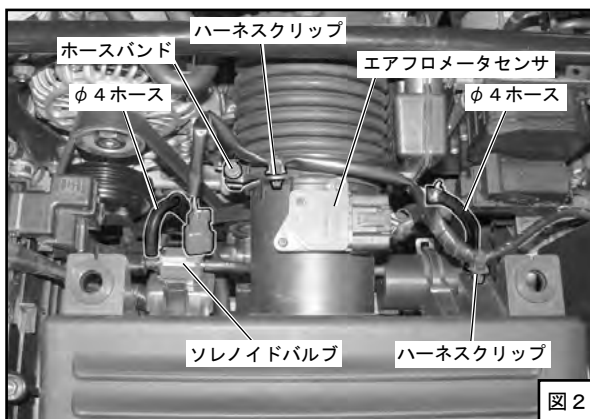

図2
(図2)
- (4) **184kW(250ps) 車のみ** エアクリーナケースアッセンブリとつながっているφ4ホースとソレノイドバルブのφ4ホースを抜いてください。(図2)
- (5) **184kW(250ps) 車のみ** ソレノイドバルブからコネクタを取外してください。(図2)
- (6) ハーネスクリップを外し、ホースバンドを緩めてエアクリーナケースアッセンブリを取外してください。
(図2、図3)